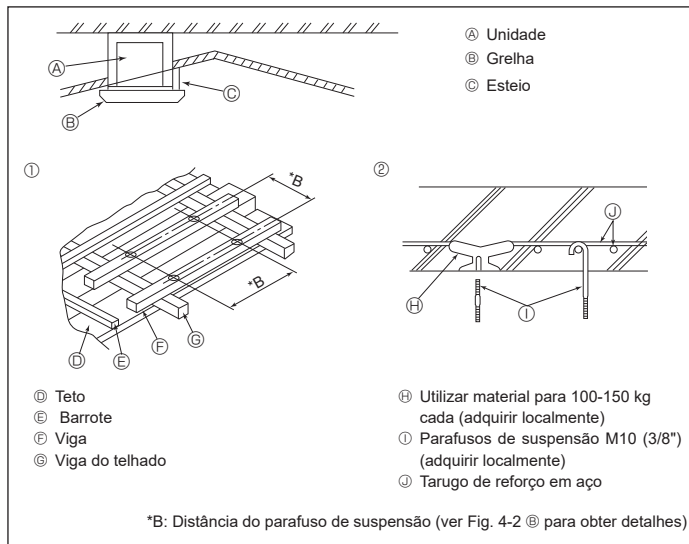

Fig. 4-4
4.4. Estrutura de suspensão (Dar ao lugar de suspensão uma estrutura forte) (Fig. 4-4)